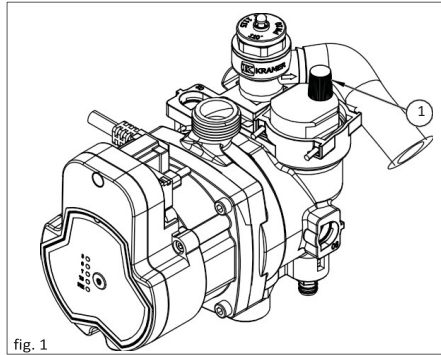

fig. 1
2. Afloje ligeramente el tapón de la válvula de purga de aire de la bomba (1-fig. 1) para liberar el aire del sistema;